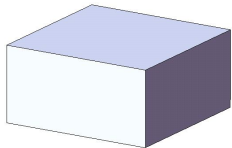

图 5-35 生成拉伸特征
(5) 单击【特征】工具栏中的【拉伸凸台/基体】按钮，系统打开【凸台-拉伸】属性管理器（图 5-35 中显示的标题为【拉伸 1】）。在【方向 1】选项组中，设置【终止条件】为【给定深度】，【深度】为 200mm，单击【确定】按钮，生成拉伸特征，如图 5-35 所示。